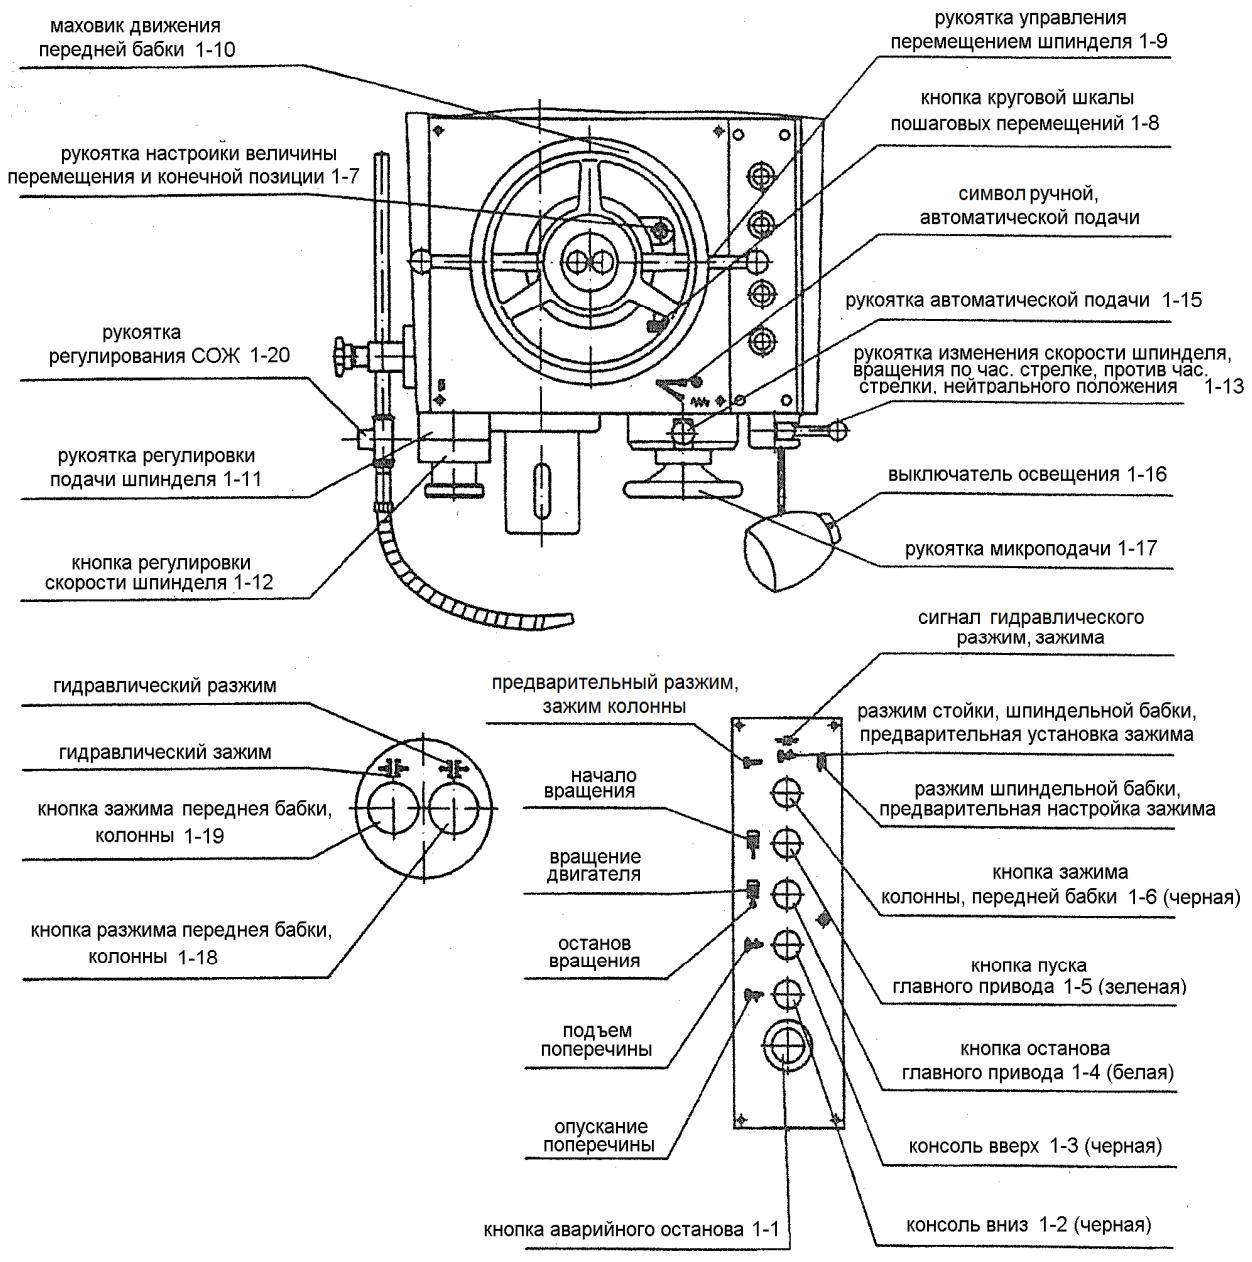
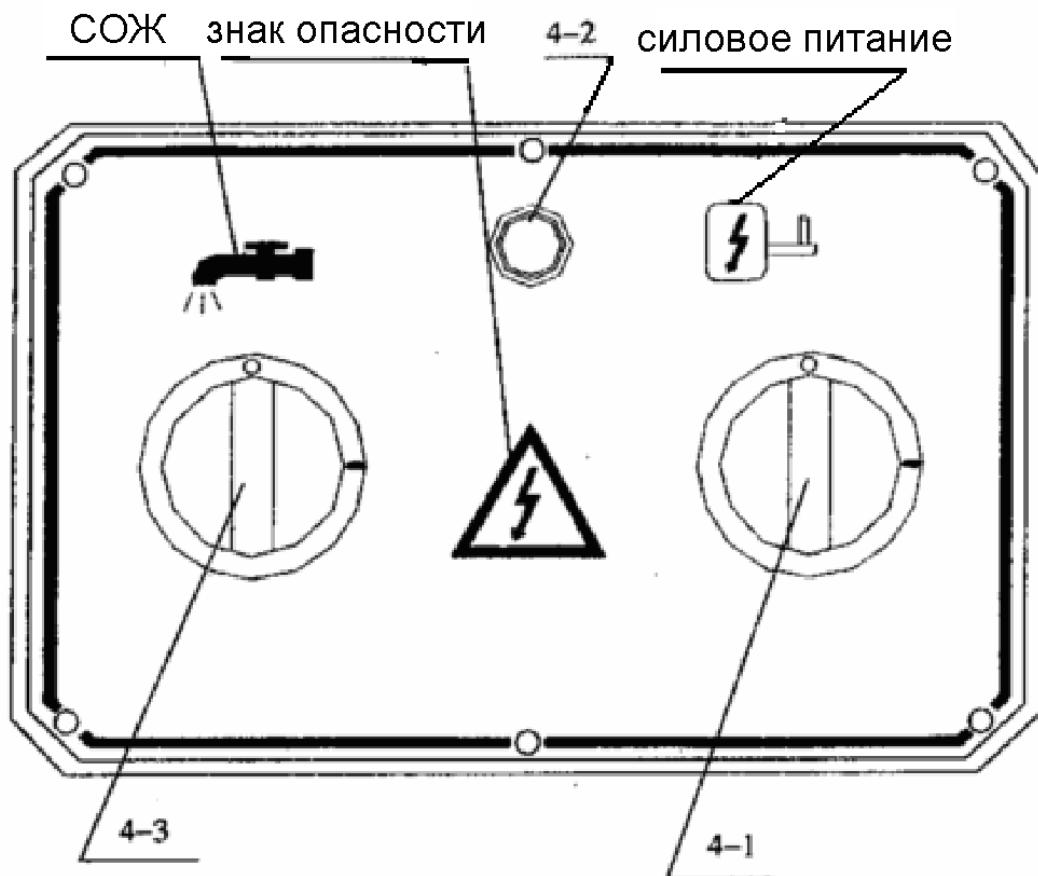

Рис. 3.1
Рис. 4.4
2.4.8. Проверьте последовательность фаз (рисунок 3.1): при нажатии кнопки 1-18 проверьте не ослабло ли крепление шпиндельной бабки (или при нажатии кнопки 1-19 проверьте зажим шпиндельной бабки). Нажмите кнопку подъема 1-3 на консоли, поднимите ее на 10 мм вверх, проверьте, как работает подъемный механизм (или при нажатии кнопки опускания 1-2 проверьте, работу механизма опускания консоли).
2.4.9. Нажмите кнопку опускания 1-2 (рисунок 3.1.), на 100 мм опустите вниз консоль, очистите антикоррозионное покрытие в основании стойки, проделывайте эту работу, пока не удалите смазку. Нажмите кнопку и освободите шпиндельную бабку, поверните маховичок перемещения 1-10 и переместите шпиндельную бабку влево, очистите антикоррозионное покрытие с направляющих, произведите переустановку и зажмите шпиндельную бабку.
3.1.4. Шпиндельная бабка (рис. 3.1).
Перечень кнопок и рукояток управления (Рисунок 3.1.)
- 4.1.1. Откройте главный выключатель на стойке 4-1, нажмите кнопку запуска насоса подачи СОЖ 4-3 (рис. 4.4) и включите рабочее освещение (рис. 3.1);
- 4.1.3. Отрегулируйте положение консоли в соответствии с высотой заготовки (кнопки 1-2, 1-3). (Рис. 3.1, как и на рисунке 4.8).